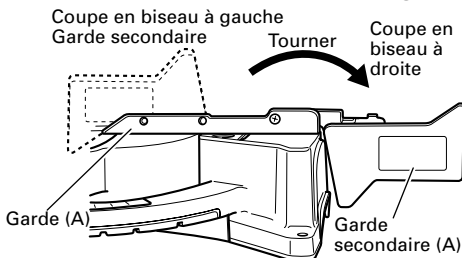

Fig. 11
Dans le cas d'une coupe en biseau à droite, soulever la garde secondaire (A) comme le montre la Fig. 11 puis la tourner dans le sens des aiguilles d'une montre.
6. Vérification de l'utilisation de la garde secondaire (B)
**⚠ AVERTISSEMENT :** Dans le cas d'une coupe en biseau à gauche, tourner la garde secondaire (B) dans le sens contraire des aiguilles d'une montre. Le corps principal ou la lame de scie peuvent entrer en contact avec la garde secondaire (B) si on ne la tourne pas dans le sens inverse des aiguilles d'une montre, ce qui peut provoquer une blessure.